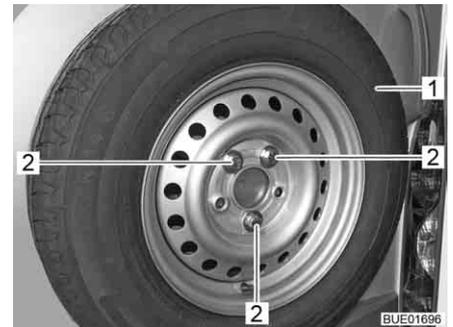

Fig. 227 Fijación de la rueda de repuesto
- Desenroscar los tornillos de sujeción (Fig. 227,2).
- Quitar la rueda de repuesto (Fig. 227,1).